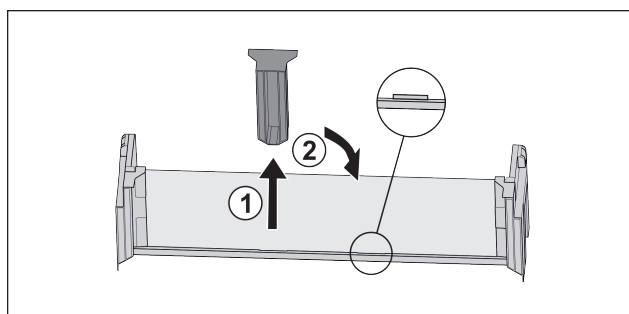

Fig. 17
- ▶ Stiahnite stredný prídržný diel Fig. 17 (1).
- ▶ Nasadte stredný prídržný diel do druhej pozície Fig. 17 (2).